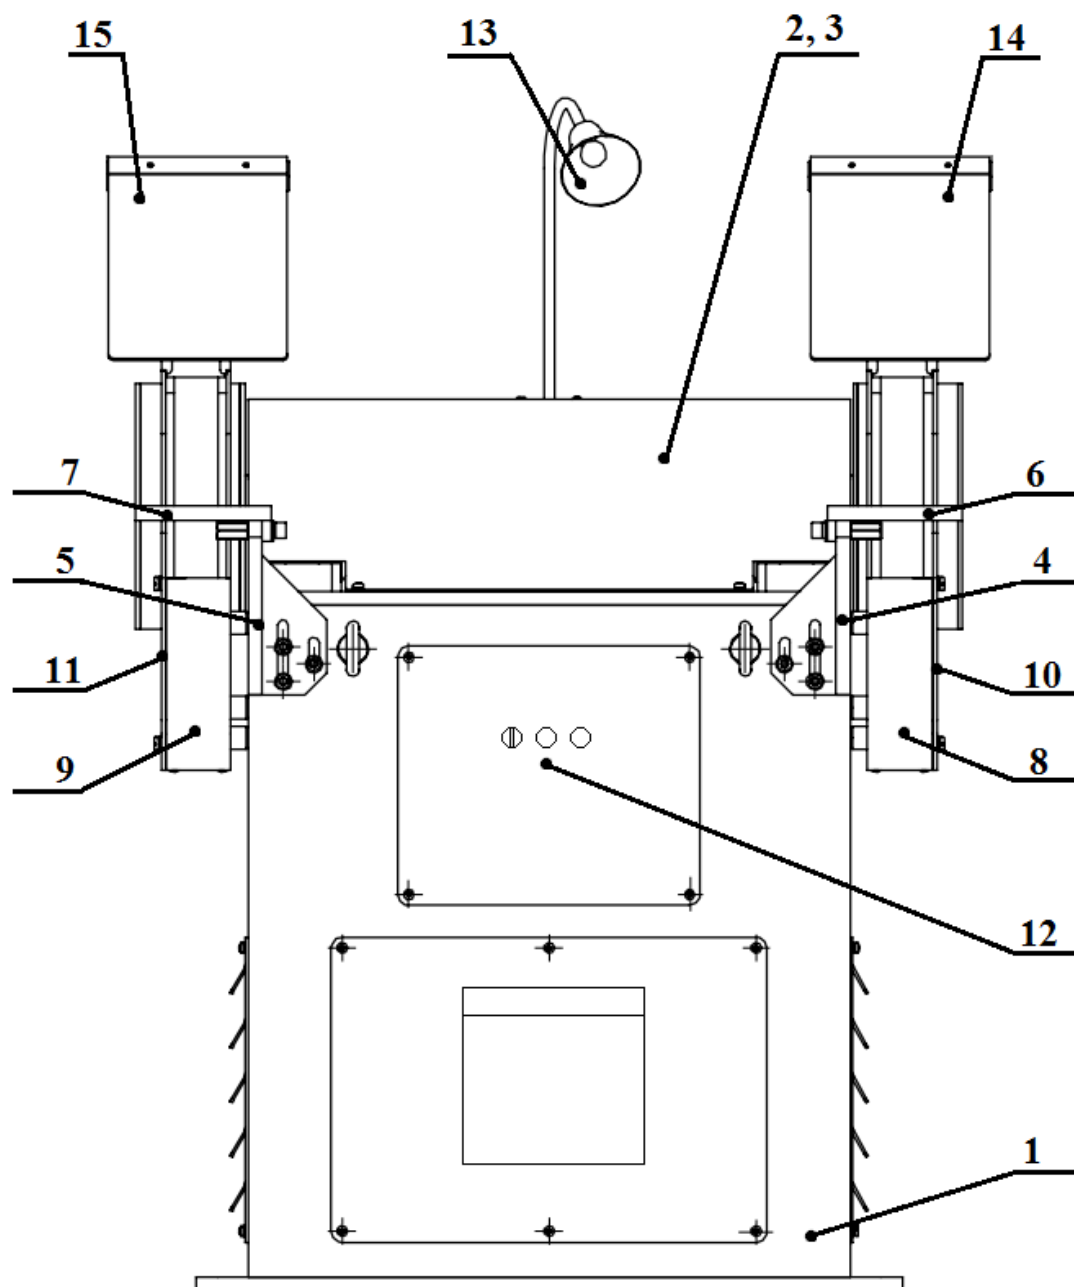

Рис. 4 Общая компоновка станка.
6.1 Изображение станка с обозначением составных частей и основных деталей приведено на рис. 4.
6.2 Общая компоновка станков (Рис. 4).
9.4. Для смены круга надо снять крышку кожуха 11 или 10 (см. рис. 4), отвернуть центральный винт и снять планшайбу вместе с кругом. Отвернуть восемь винтов М12 фланца, снять фланец и круг.